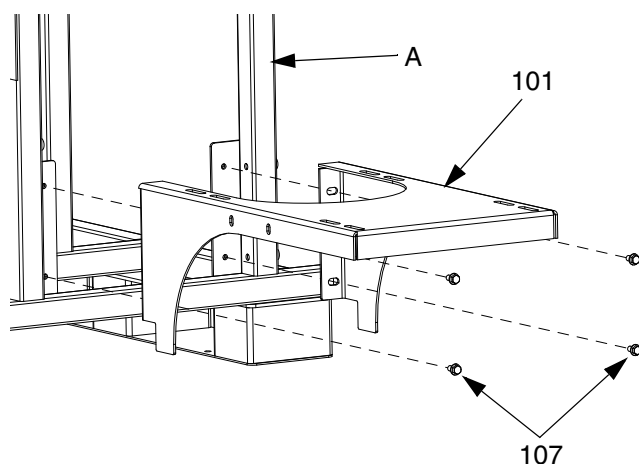

FIG. 3: Lati del telaio
1. Montare i serbatoi (D) sui lati del telaio (A). Vedere la FIG. 3.
- a. Fissare la staffa principale (101) al telaio (A) con le viti (107).